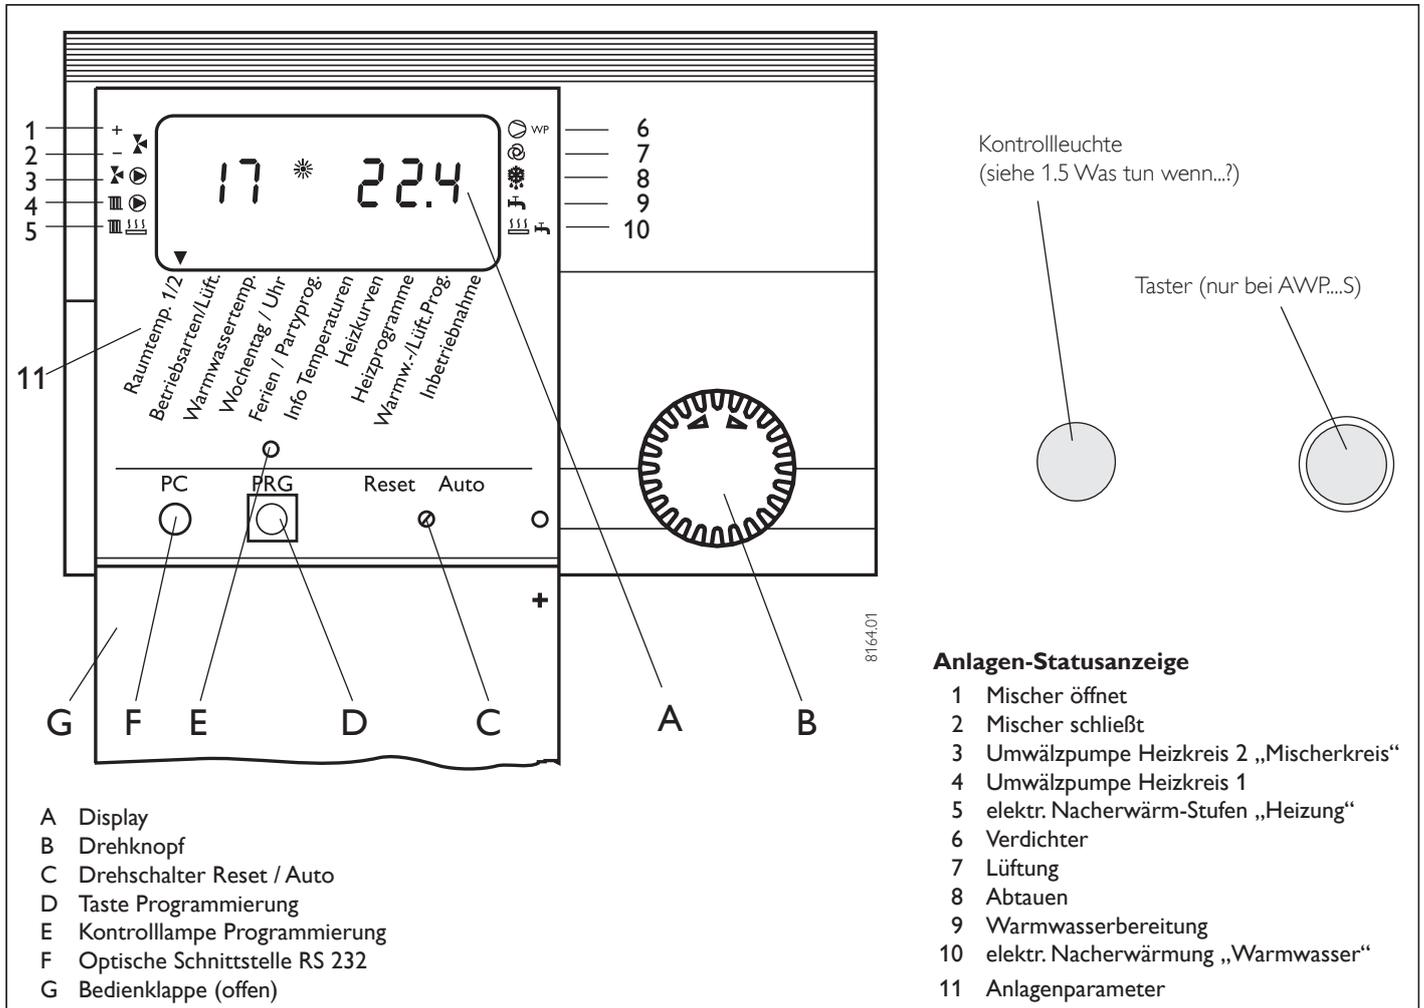

Abb. 1
- In der Blende (Abb.1) ist ein zusätzlicher Taster eingebaut.